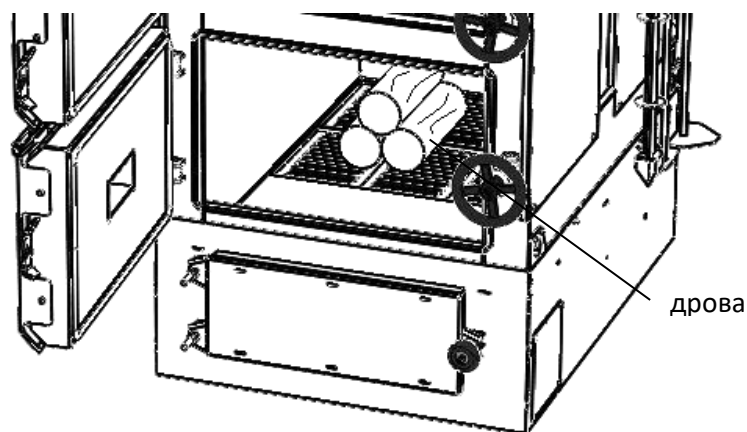

Рис. 17
- 2.7.5 Вручную разжечь дрова/уголь (см. рис. 17) при отсутствии автоподжига.